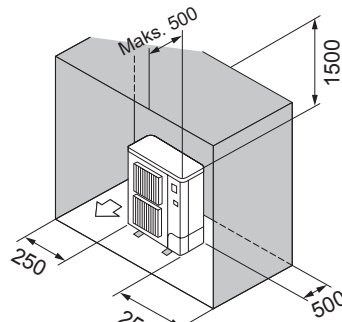

Fig. 2-12
- ⑥ Miejsce ograniczone tylko z tyłu, po bokach i od góry (Fig. 2-12)